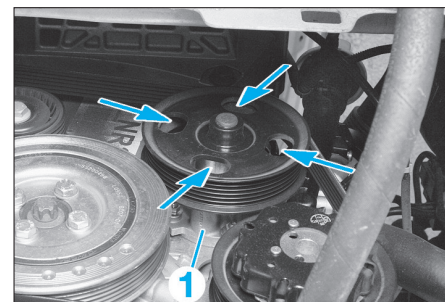

FIG. 20
- À travers les ouvertures de la poulie de pompe à eau, desserrer les écrous de fixation de la pompe à eau (1) puis déposer celle-ci (Fig.20).